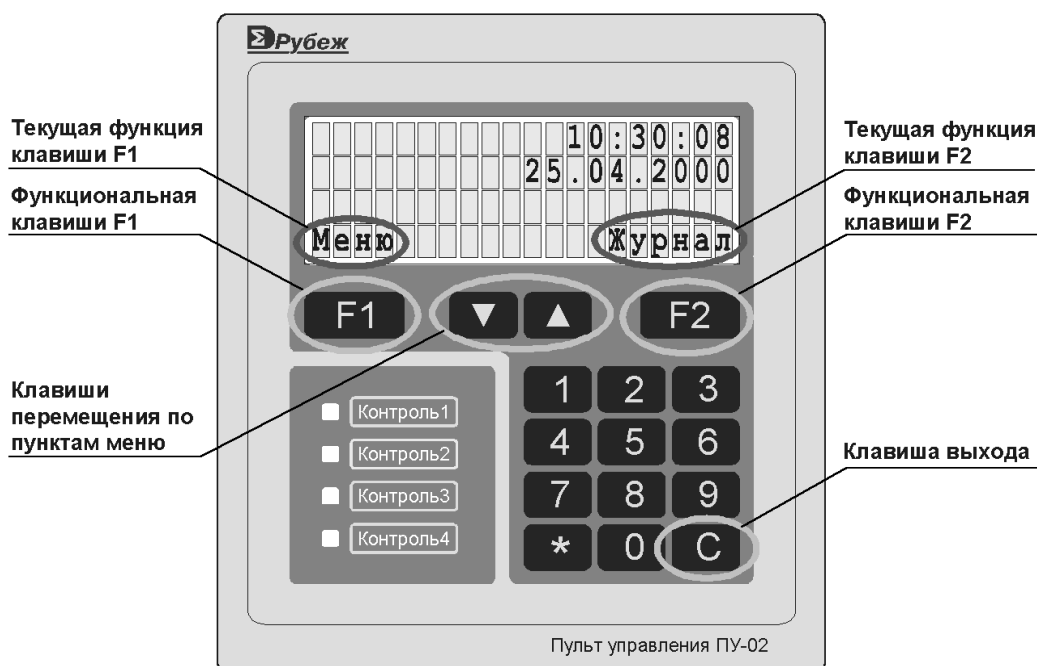

Рис. 2 Панель управления ПУ-02
В составе прибора ПУ-02 (Рис. 2) используется в качестве сетевого устройства и подключается по линии связи к БЦП по интерфейсу RS-485. Если ПУ является последним устройством в линии RS-485 – необходимо установить перемычку JP1 согласующего резистора (120 Ом).
- клавиша **F1** служит для выбора текущей функции (см. Рис. 2);
- клавиша **F2** служит для выбора текущей функции (см. Рис. 2);